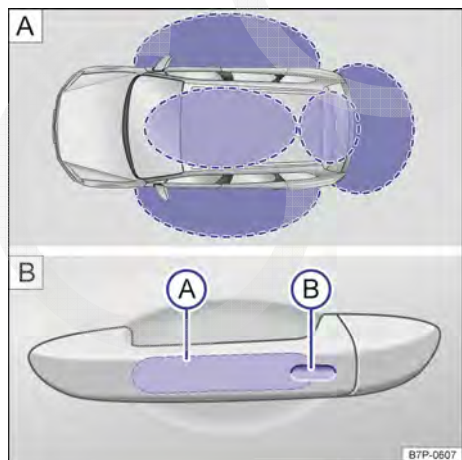

Fig. 76 Sistema de travamento e de partida Keyless Access: A áreas de aproximação. B superfícies do sensor do travamento central.
Keyless Access é um sistema de travamento e de partida sem chave, com o qual o veículo pode ser destravado e travado sem o uso ativo da chave do veículo. Para isso, é preciso haver uma chave do veículo válida na área de aproximação do veículo → Fig. 76 A. Ao tocar as superfícies do sensor nas portas dianteiras → Fig. 76 B ou acionando o botão na tampa do compartimento de bagagem, → Página 107 o veículo ou a tampa do compartimento de bagagem são destravados ou travados → ①.
Se houver uma chave do veículo válida em uma área de aproximação, → Fig. 76 A o sistema de travamento e de partida Keyless Access atribui uma autorização de acesso a ela. Em seguida, são possíveis as seguintes funções sem o uso efetivo da chave do veículo:
- Tocar a superfície do sensor → Fig. 76 **B** **A** na parte interna da maçaneta da porta do condutor ou da porta do passageiro dianteiro.
- Tocar a superfície do sensor → Fig. 76 **B** **B** na parte externa da maçaneta da porta do condutor ou da porta do passageiro dianteiro *uma vez*.
Quando o veículo está travado e uma chave do veículo válida se encontra na área de aproximação → Fig. 76 **A** da tampa do compartimento de bagagem, esta se destrava automaticamente ao ser aberta com o botão da maçaneta.
Para o **fechamento de conforto** de todos os vidros elétricos e do teto de vidro, manter um dedo por alguns segundos na superfície do sensor → Fig. 76 da maçaneta da porta do condutor ou do passageiro dianteiro, até que os vidros e o teto de vidro estejam fechados.
A **abertura da porta** pela superfície do sensor na maçaneta da porta → Fig. 76 **B** é feita de acordo com as configurações ativas no menu **Configurações de abertura e fechamento** e no submenu **Acionamento das janelas** → Página 57.
Os sensores das maçanetas das portas poderão ser ativados por meio de um jato forte de água ou de vapor, se ao mesmo tempo houver uma chave do veículo válida na área de aproximação. Se no mínimo um vidro elétrico estiver aberto e o sensor → Fig. 76   em uma maçaneta da porta ficar ativado permanentemente, todos os vidros se fecham. Se o jato de água ou vapor se afastar brevemente do sensor → Fig. 76   em uma maçaneta da porta e voltar a ser direcionado para ela, possivelmente todos os vidros irão se abrir → Página 98, *Destruar ou travar veículo com Keyless Access*.